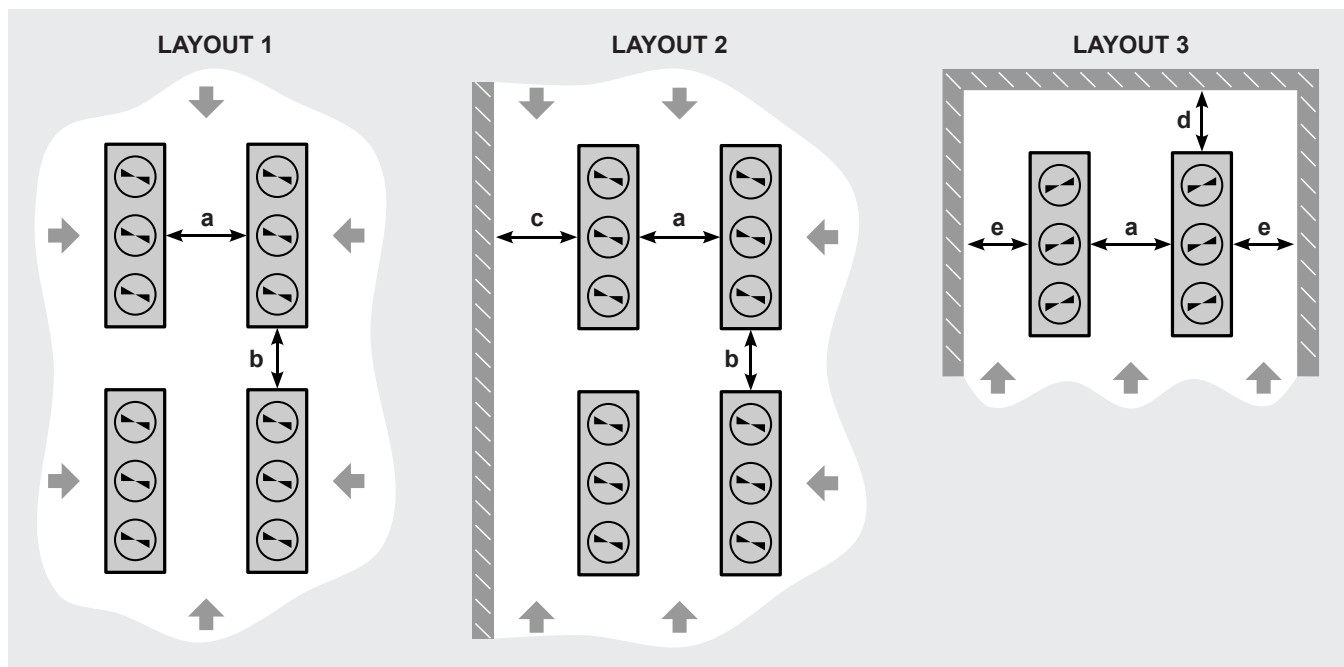
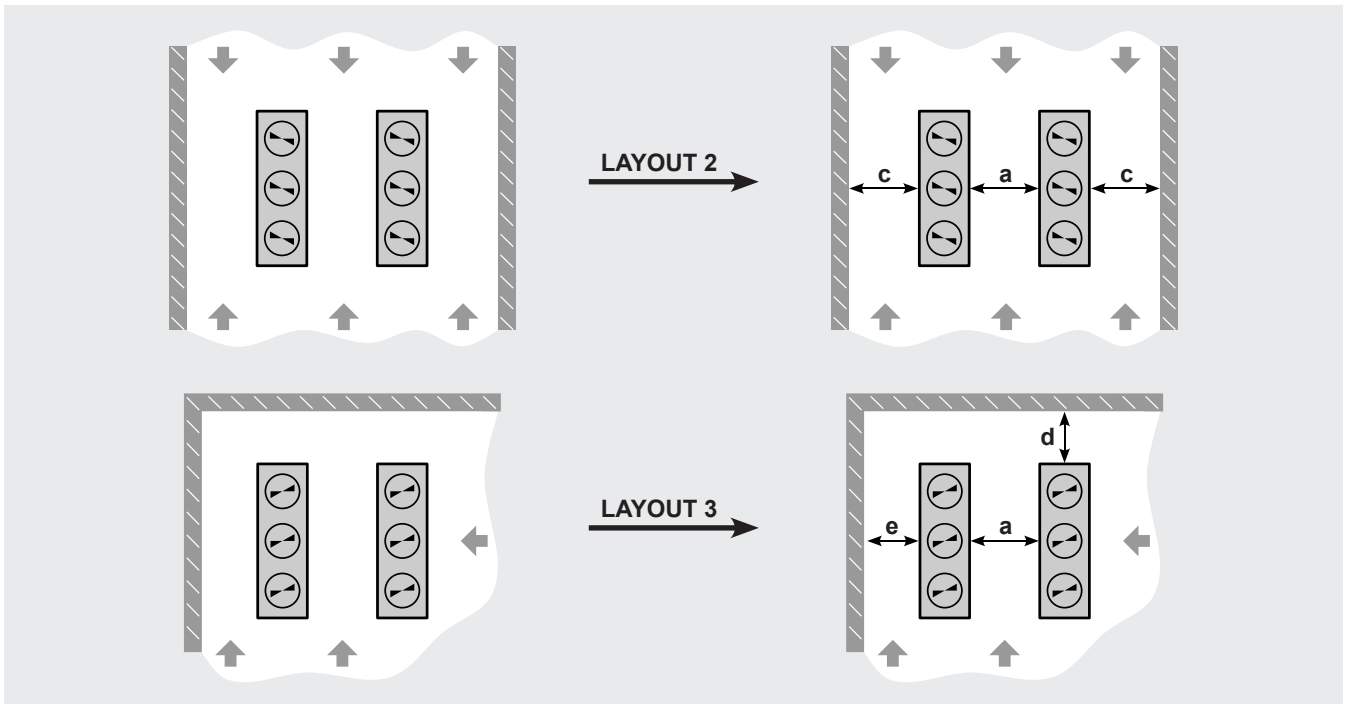

Abbildung 8
Abbildung 9
- 5.2 Modine hat eine Reihe von wichtigen Installationslayouts identifiziert, für die Mindestabstände definiert wurden. Siehe Abbildung 8.
- 5.8 Die tatsächlichen Einbaubedingungen sind vielfältig und es ist nicht möglich, eine abschließende Liste zu erstellen. Die tatsächlichen Einbaubedingungen müssen daher auf die Installationslayouts in Abbildung 8 oder Kombinationen davon zurückgeführt werden. Für die Abstände sollten immer die größeren Tabellenwerte berücksichtigt werden. Die Abbildung 9 dient nur zur Veranschaulichung und ist nicht erschöpfend.
5.11 Tabelle 2 zeigt unter Bezugnahme auf Abbildung 8 die empfohlenen Mindestabstände für die Modelle V-Type, Verflüssiger, Gaskühler und Trockenkühler sowie für die adiabatischen Modelle der Serie Eco-Batic® - AV im Falle einer Bodenaufstellung mit Nullhöhe (Z = 0).
5.12 Bei V-Typen, Verflüssigern, Gaskühlern und Trockenkühlern kann der empfohlene Mindestabstand "a" von Modell zu Modell (siehe Abbildung 8) verringert werden, indem die Modelle hoch über dem Boden aufgestellt werden. Die Tragkonstruktion muss so beschaffen sein, dass die Luft mit vernachlässigbarem Druckabfall hindurchströmen kann.
5.13 Für die V-Typen, Verflüssiger, Gaskühler und Trockenkühler ist der Wert des Modell-zu-Modell-Abstands "a" (siehe Abbildung 8) in Abhängigkeit von der Höhenlage Z für Layout 1, Layout 2 und Layout 3 in Tabelle 3, Tabelle 4 bzw. Tabelle 5 dargestellt.
5.14 Die Überhöhung hat keinen Einfluss auf die anderen Abstände in den Layouts 1, 2 und 3 ("b", "c", "d", "e" - siehe Abbildung 8): Die Werte in Tabelle 2 bleiben auch für  $Z > 0$  gültig.